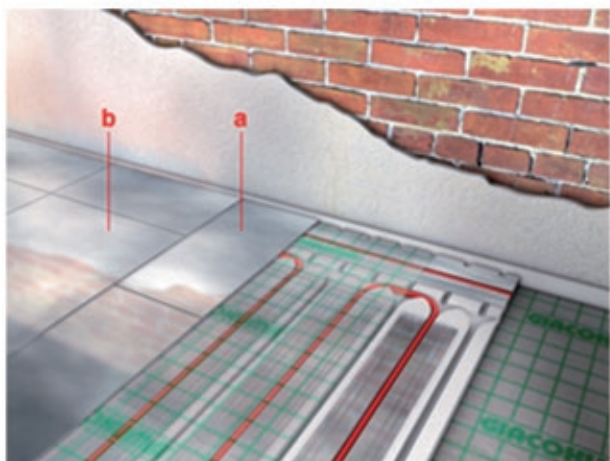

fig.3
- Fase 3: Disponer la capa de soporte. El sistema SLIM, con objeto de reducir la altura del suelo radiante, permite instalar como capa soporte láminas en acero zincado K805P (250x500 o 500x500mm y espesor 1 mm), a las cuales se superpone con adhesivo termofundente otra capa de láminas de acero zincado K805P. Dichas láminas actuarán como repartidoras de carga, mejorando además el rendimiento térmico del sistema, sin casi aumento del espesor. (fig3)